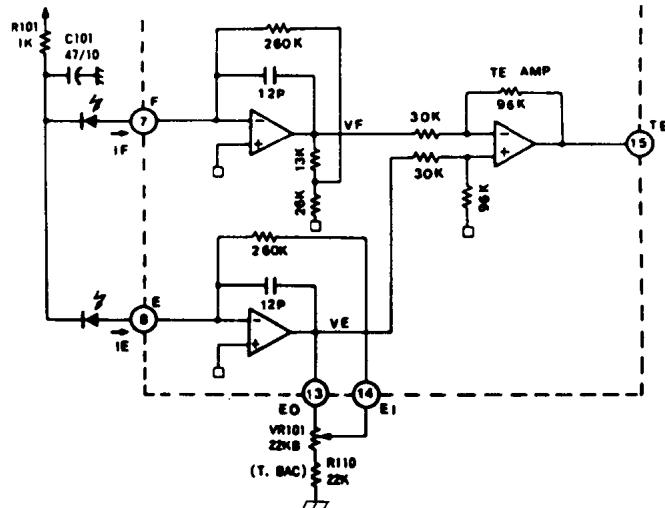

图 1.1.9 跟踪误差信号检测电路
种状态：当跟踪正确时，⑯脚输出 0V，当跟踪不正确时，⑯脚输出正或负的电压。当 F 二极管接收到的光量多时，⑯脚输出负电压。跟踪误差检测信号电路如图 1.1.9 所示。